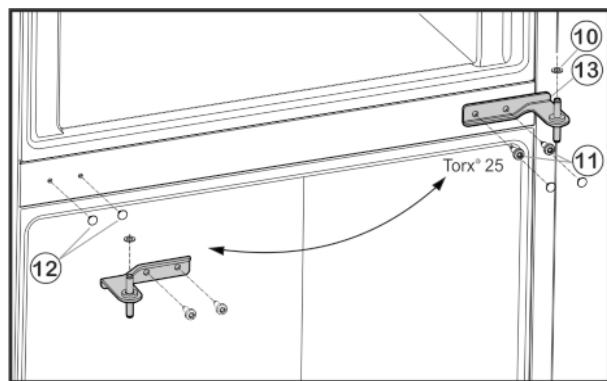

Fig. 5
- Retirer soigneusement les habillages Fig. 5 (12) et les remettre en place du côté opposé.